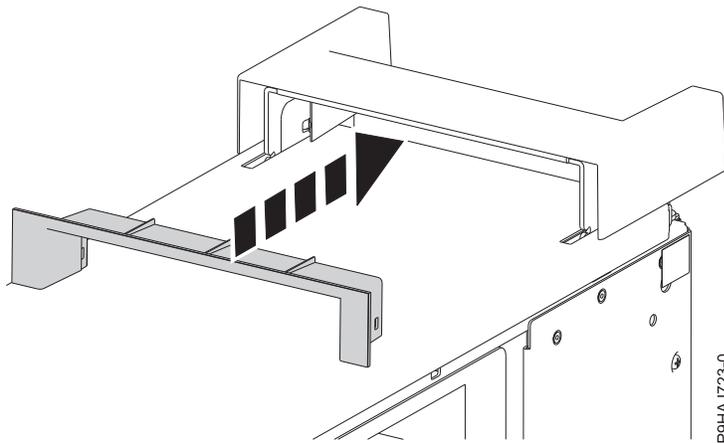

Figure 54. Insertion de la pièce plastique dans la poignée
5. Insérez la pièce plastique dans la poignée en la poussant fermement comme illustré dans la figure 54.